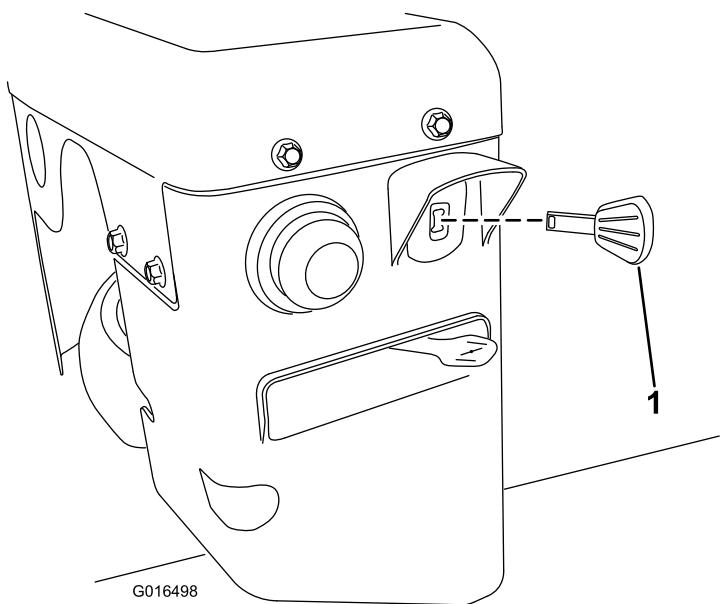

Figura 25
3. Inserite la chiave di accensione fino in fondo (Figura 25).